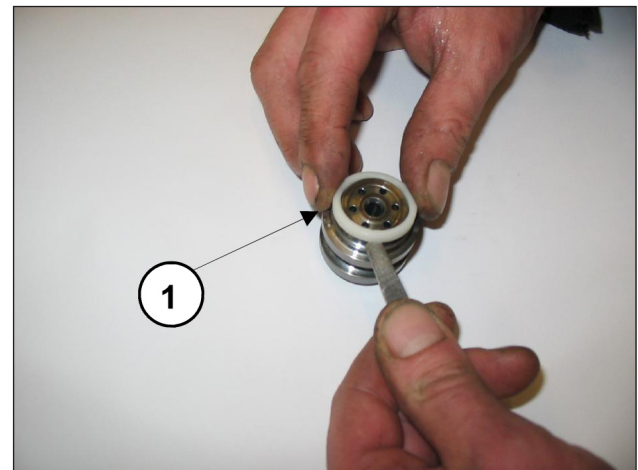

Fig. 43
- Extraia os locais da válvula ①, conforme indicado na Fig. 43, verifique o estado de desgaste dos vários componentes e, se necessário, execute eventuais substituições.